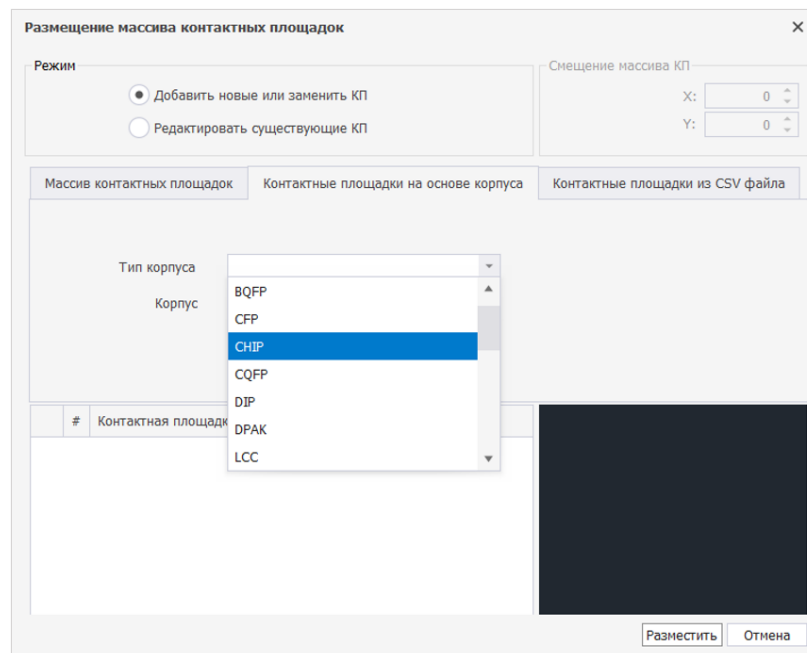

Рис. 97 Выбор типа корпуса
2. Выбрать из выпадающего списка «Тип корпуса» нужный тип корпуса, см. Рис. 97.